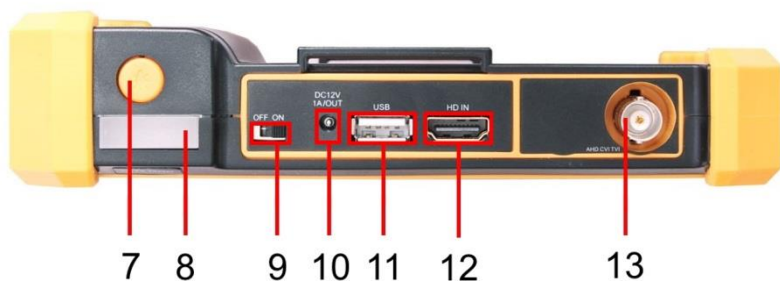

Рис.4 Тестер TSH-H-5, разъемы и кнопки верхней панели
Подключение аналоговой (CVBS) или AHD/TVI/CVI видеокamеры производится к разъему BNC (13) Рис.4 с обозначением AHD CVI TVI на верхней панели тестера. При необходимости нужно использовать кабель BNC-BNC из комплекта поставки.
Подключение HDMI-устройств производится к входу с обозначением HDMI IN на верхней панели тестера (12) Рис. 4. Тестер в этом режиме работает как HDMI - монитор.
Данная функция тестера позволяет получать информацию о примерной мощности потребления подключенной к тестеру нагрузки (когда тестируемая камера получает питание от тестера через выход DC12V/1A (10) Рис. 4). Для включения этой функции с помощью кнопок навигации войдите в пункт главного меню Power Info. На экран будет выведено напряжение питания и мощность подключенной нагрузки.
Тестер оборудован USB портом (11) Рис. 4 к которому можно подключать USB накопители. Встроенное приложение позволяет просматривать текстовые, графические, аудио и видео файлы.